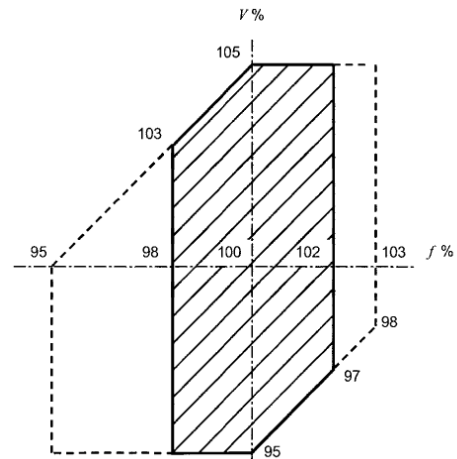

Figura 2.1: Limites das variações da tensão e frequência (IEC60034-3)
- Conforme definido pela área sombreada da Figura 2.1, o gerador deverá ser capaz de fornecer continuamente sua potência nominal, operando em seu fator de potência nominal, com uma variação de $\pm 5\%$ da tensão e de $\pm 2\%$ da frequência. Conforme o ponto de operação se distânci dos valores nominais de frequência e tensão, a temperatura dos enrolamentos do gerador pode aumentar progressivamente;
- Conforme definido pelo limite exterior da Figura 2.1, o gerador também deverá ser capaz de fornecer continuamente sua potência nominal, operando em seu fator de potência nominal, com uma variação de $\pm 5\%$ da tensão e de +3 e -5% da frequência. No entanto, neste caso a elevação de temperatura será ainda maior do que no caso anterior. Assim, para minimizar a redução do tempo de vida do gerador devido aos efeitos da temperatura, a operação fora da área sombreada deverá ser limitada quanto a sua extensão e frequência com que ocorre. A potência do gerador deve ser reduzida ou outra medida corretiva deve ser tomada.